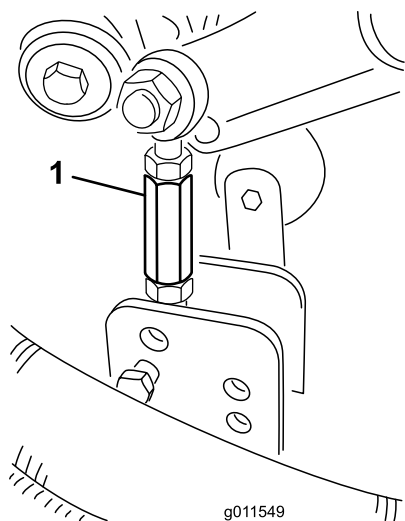

Figure 5
1. Retirez la goupille fendue et l'axe de chape qui fixent la biellette de hauteur de coupe au support de hauteur de coupe du plateau (Figure 5).